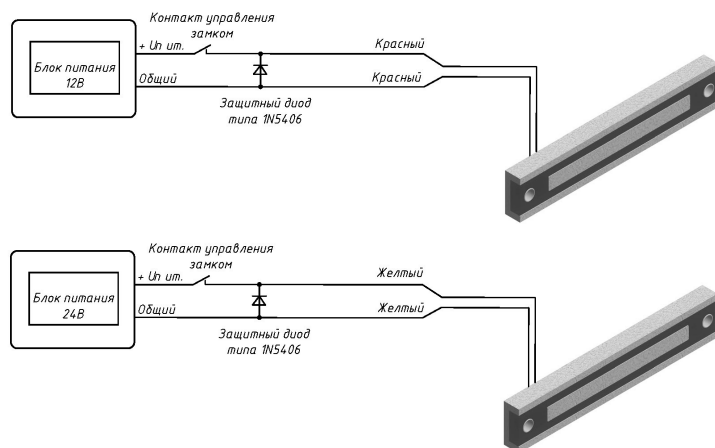

Рисунок 5 – Схема подключения замка AL-250FT
5.5 Проверить работоспособность замка, подключив его согласно схеме (рисунок 5).